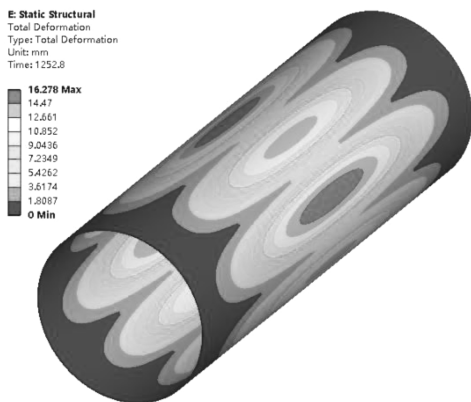
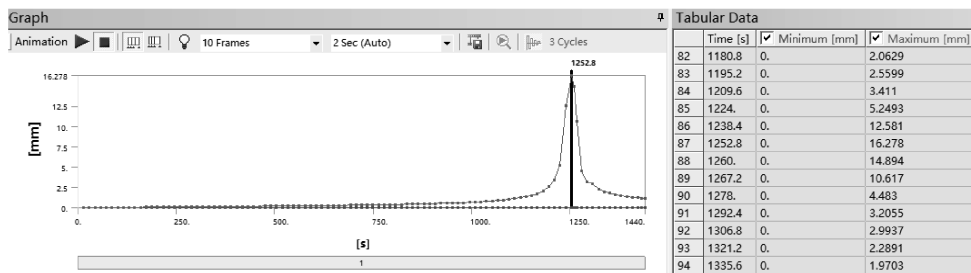

图 4-80 非线性屈曲变形
图 4-81 变形随载荷历程的变化曲线及数据
- (1) 在 Mechanical 标准工具栏中单击  Solve 进行求解运算。
- (2) 运算结束后, 单击【Solution (E5)】→【Total Deformation】, 查看屈曲变化结果。图形区域显示变形随载荷历程的变化, 可以看出, 外载荷在 $0 \sim 1.2096\text{MPa}$ 时为线性变化, 大于 1.224MPa 时, 进入几何非线性变形, 并迅速增加, 达到 1.2528MPa 时变形达到峰值 18.078mm , 随后丧失承载能力, 位移骤减, 如图 4-80、图 4-81 所示。